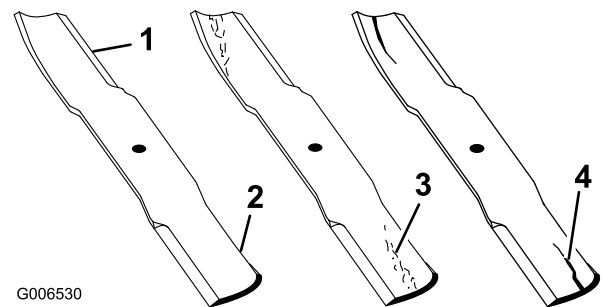

Figure 77
1. Examinez le tranchant des lames (Figure 77). Si les lames ne sont pas tranchantes ou si elles présentent des indentations, déposez-les et aiguisiez-les (voir Aiguisage des lames).
2. Inspectez les lames, surtout la partie relevée. Remplacez immédiatement toute lame fendue, usée ou qui présente une entaille (Figure 77).